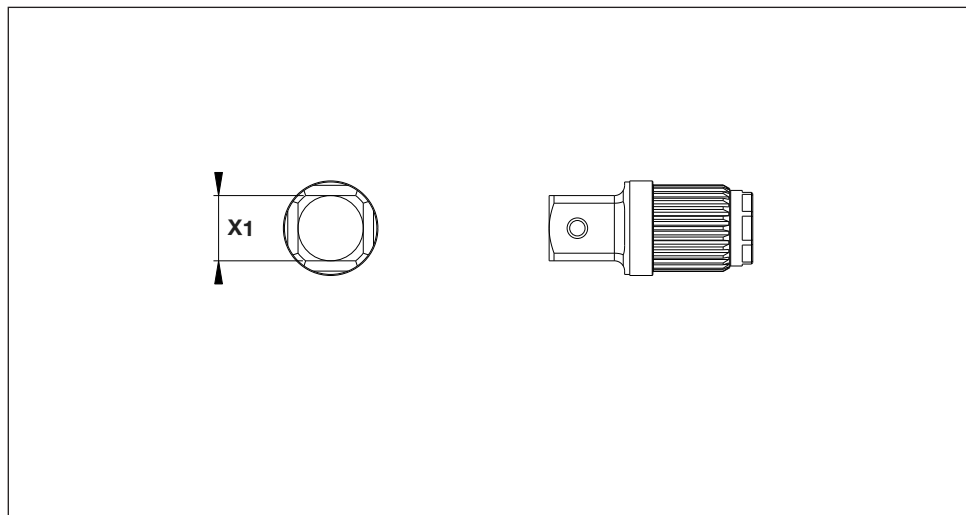

図32
6.6 寸法、SDシリーズポンド・ヤード法スクエアドライブ (図32)